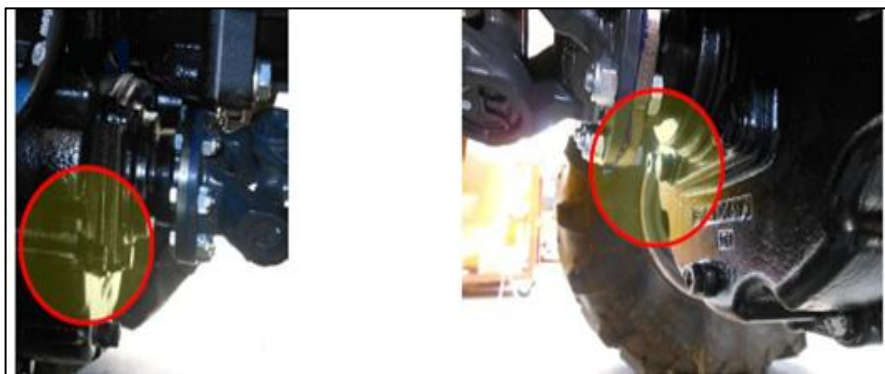

Рис. 5-9
5.3.11.2 Снимите уровнемер и крышку заливной горловины (рисунок 5-9), проверьте, вытекает ли масло через отверстие;